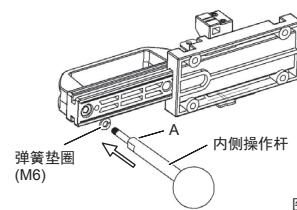

图2
- 内侧操作杆松动会导致早期故障, 请使用弹簧垫圈, 按照合适的扭矩将螺钉拧紧。(图2)